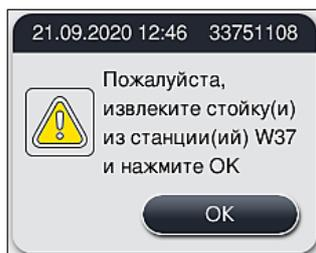

Рис. 126
4. Для каждой стойки, которая должна быть извлечена из прибора, на экране отображается соответствующее сообщение (→ "Рис. 126"). Откройте кожух и извлеките стойку из станции, указанной в сообщении. Подтвердите извлечение нажатием **OK**. Продолжайте до тех пор, пока все требуемые стойки не будут извлечены из прибора.